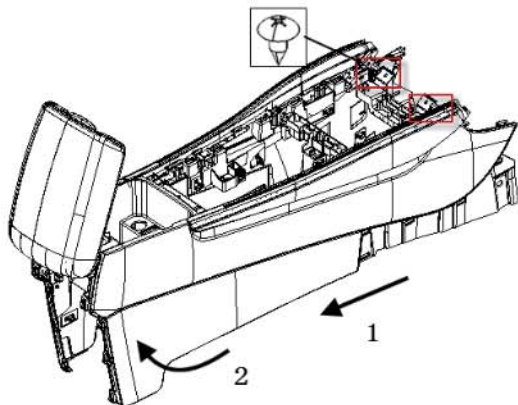

图 1-45 副仪表板本体拆卸示意图
(4) 用十字螺丝刀松开图 1-45 示的 2 个螺钉 (Q2734216F31A)，将换挡机构拆卸下来 (换挡机构拆卸方法详见底盘换挡拆卸) 后沿图示箭头 1 方向把副仪表板退出，让后沿图示箭头 2 方向旋转，绕过换挡机构支架即可取出副仪表，完成拆卸。